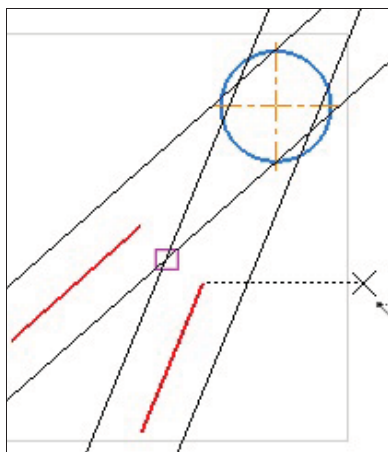

Рис. 8.6. Построение окружности на продолжении двух кривых
- ◆ щелкните "прицелом" по двум отрезкам. Система автоматически определила центр окружности **С**, хотя до этого он не был виден (рис. 8.6). Панель **Параметры: Окружность** восстановилась, введите в ее поле необходимый диаметр окружности;